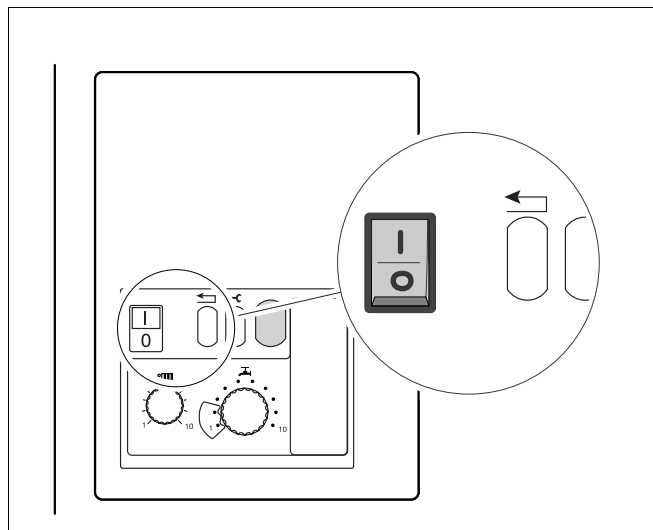

Fig. 25 Allumer le brûleur
- Placer l'interrupteur marche/arrêt sur "I". Le brûleur s'allume après un délai d'attente d'environ 30 sec. (fig. 25).